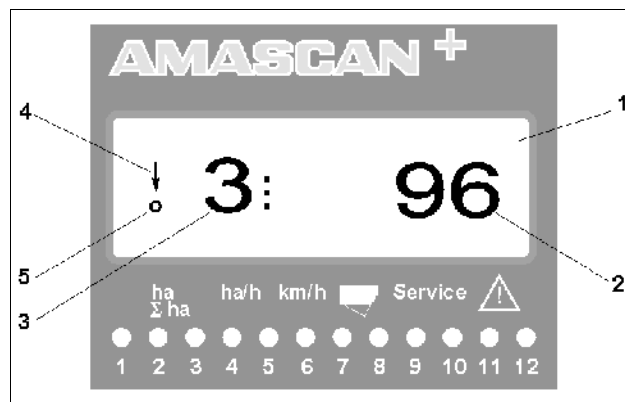

Fig. 4
Følgende bliver vist i det 6 cifrede display (Fig. 4/1) når enkorssåmaskinen er i arbejdsstilling:
- højre – det momentane antal [kerner/ha]/1000 (Fig. 4/2).
- venstre (Fig. 4/3) skifter tallet 1, 2, 3 osv. automatisk hver 5 sekund, her bliver nummeret på det såaggregat der momentant bliver overvåget vist i displayet.
- den lodrette pil (Fig. 4/4) og ringen (Fig. 4/5), under pilen blinker, så snart bevægelses sensoren (sensor "X") giver impulser til **AMASCAN+**.
Tasterne (Fig. 4) er delt op i følgende grupper: